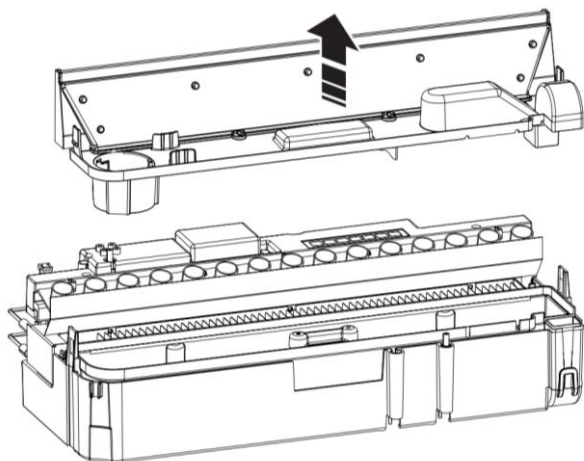

Fig 29
- De sproeikop kan nu worden opgetild en opzij worden gelegd (afb. 29).